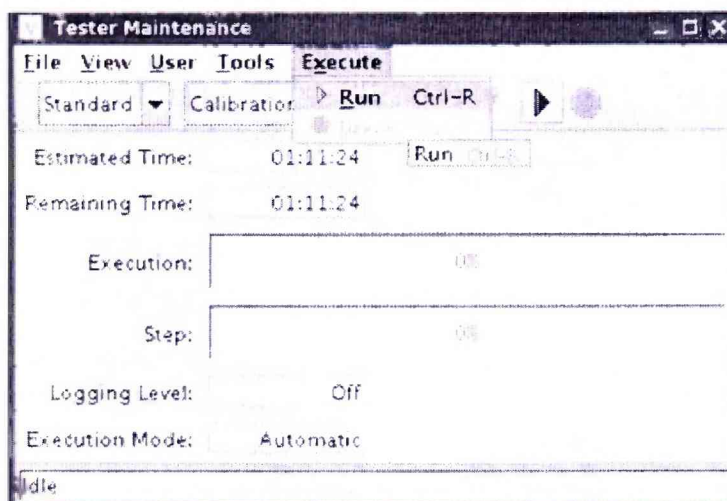

Рисунок 23 – Окно «Tester Maintenance»
7.5.4.11 В окне «Tester Maintenance» в меню «Execute» выбрать пункт «Run» (рисунок 23).